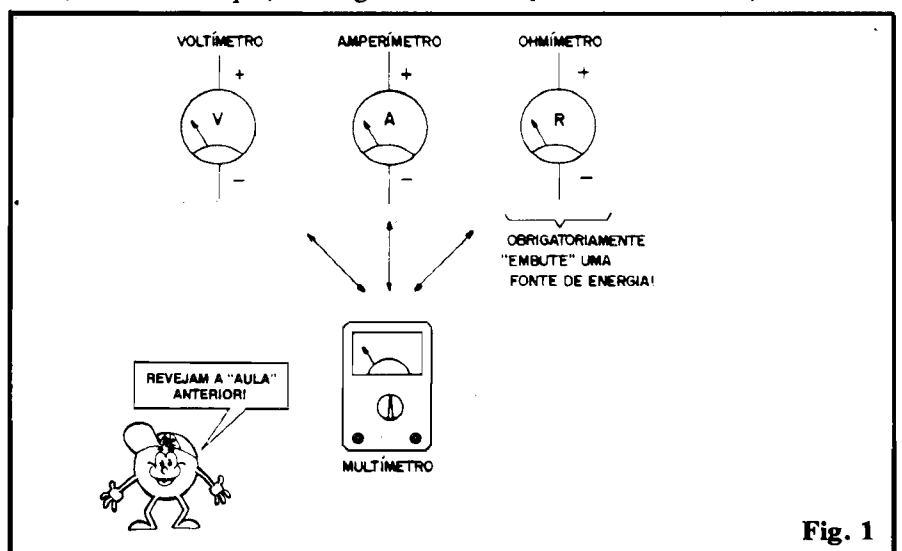

Fig. 1
- **FIG. 1** - Adotamos, para todos os diagramas e explicações contidas nas "Aulas" e "Lições" do ABC, seja nos aspectos Teóricos, seja nos Práticos, uma simbologia básica para os chamados "instrumentos" (nome que - tecnicamente - damos aos medidores em geral...): para cada uma das principais grandezas elétricas (TENSÃO, CORRENTE e RESISTÊNCIA) temos um símbolo específico, estilizando o mostrador de um medidor analógico e contendo uma letra relativa à abreviação da tal grandeza a ser medida: